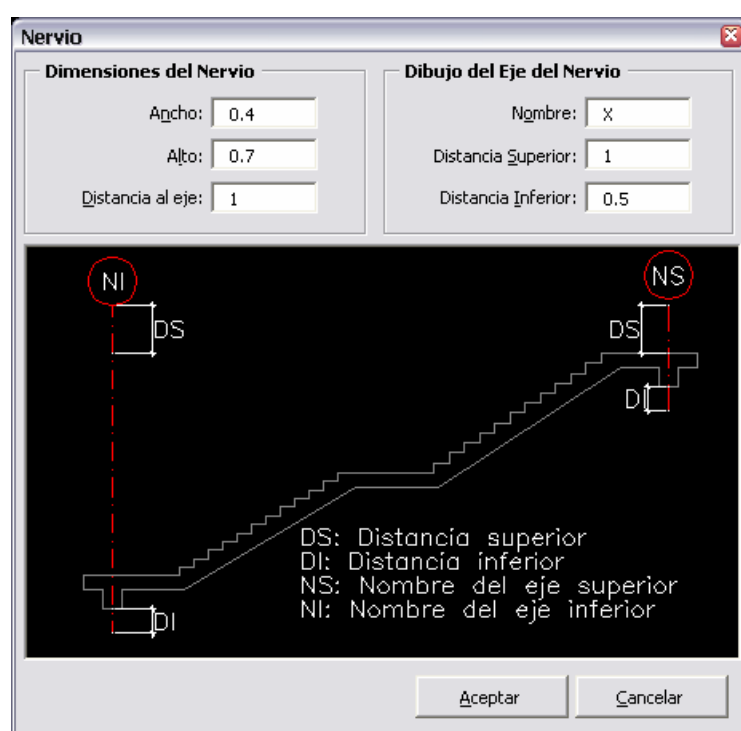

Fig. 9 Cuadro de diálogo para el apoyo del descanso
**Tramo...** Aparece un cuadro de diálogo que contiene los datos de la escalera (Fig. 9). Este cuadro contiene la luz libre de los escalones (L), desnivel entre
Abre el cuadro de diálogo para la escalera (Fig. 9), con los datos del tramo superior de la escalera.
Abre el cuadro de diálogo para la escalera (Fig. 9), con los datos del tramo inferior de la escalera.